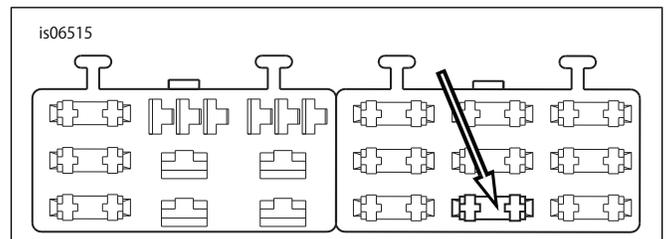

図9。「オープン」ヒューズブロックキャビティ(2004年以降Dyna)
4. 「図9」を参照。右ヒューズブロック内のヒューズブロックカバーの「オープン」と記されたヒューズキャビティ(1)を見つけます。この回路の一方の側につながるワイヤーがありますが、対応するワイヤーまたはヒューズはありません。オレンジ/白アダプターワイヤーのターミナルを止まるまで挿入します。その周囲には工場出荷時に取り付け済みのターミナルが何本かありますので、そのうちの1本を基準にして、今挿入したターミナルの向きと深さを確認してください。